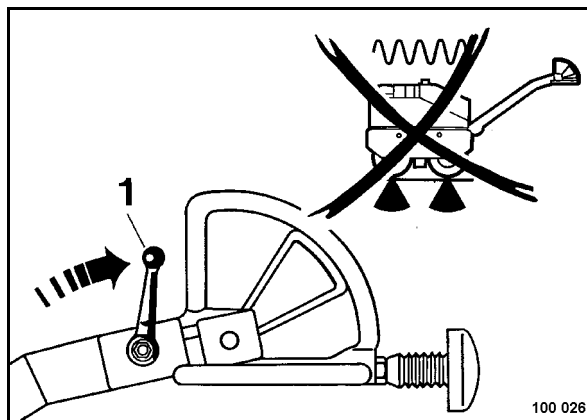

Fig. 43
- Poner la palanca de vibración (1) (Fig. 43) hacia atrás; la vibración está desconectada.